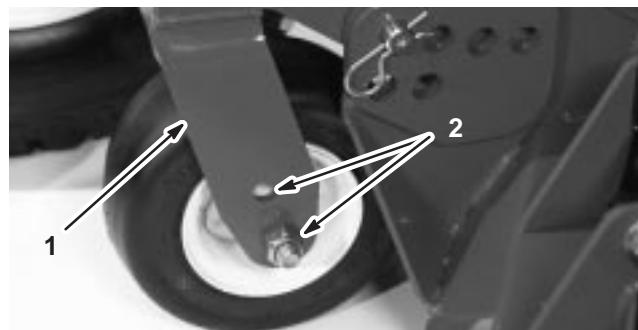
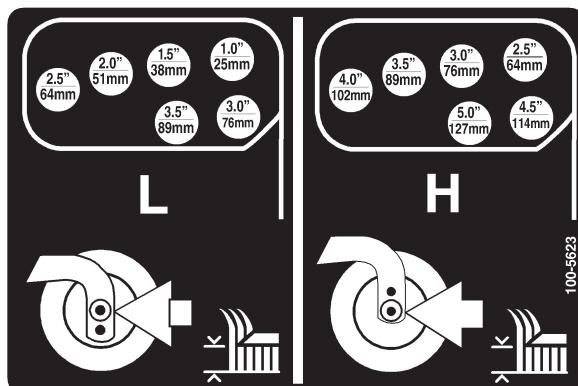

Figure 16
Figure 17
4. Enlevez la goupille fendue et les axes de chape des bras pivotant (Fig. 16). Alignez les trous du bras pivotant avec ceux du support de hauteur de coupe sélectionné dans les bâts des plateaux de coupe (Fig. 17). Insérez les axes de chape et installez les goupilles fendues.